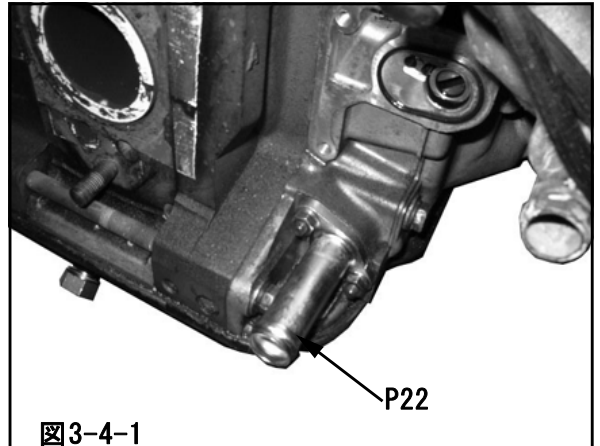

図3-4-1
(1) 図のようにオイルリターンパイプをエンジンに取付けてください。(図3-4-1)